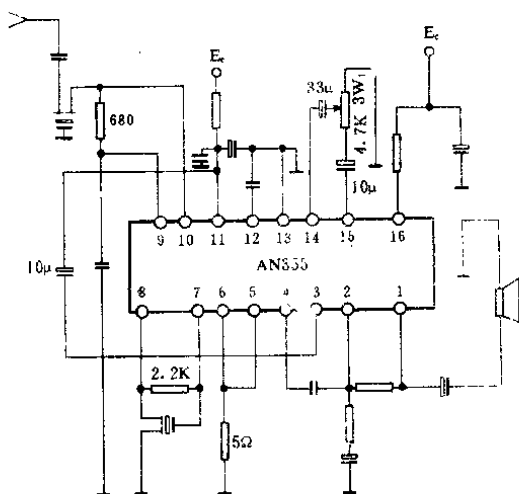

图 1-6
⑧脚所接音量电位器 $3W_1$ (4.7K) 焊下, 对地接一 5Ω 电阻, 伴音输出很大且不可调。再将 $3W_1$ 改接在⑭、⑮脚的低放输入端, 伴音恢复正常且可调, 改动后的电路见图 1-6。